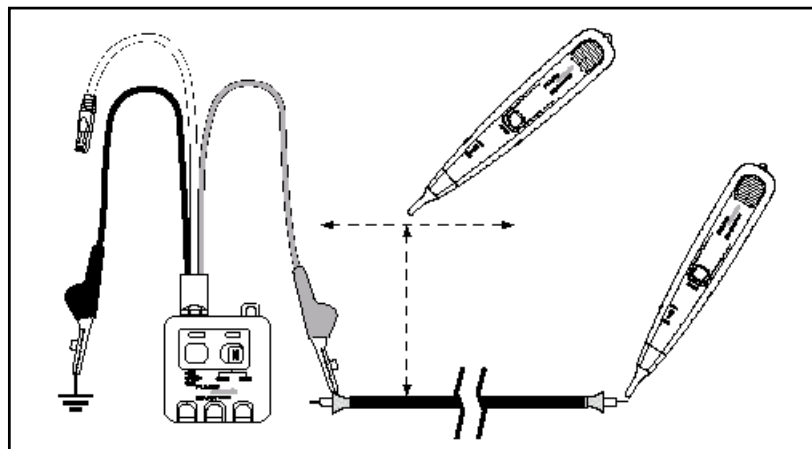

Рисунок 3. Трассировка кабелей
2. Подключите красный тестовый провод к проводнику отслеживаемого кабеля (см. Рисунок 3).